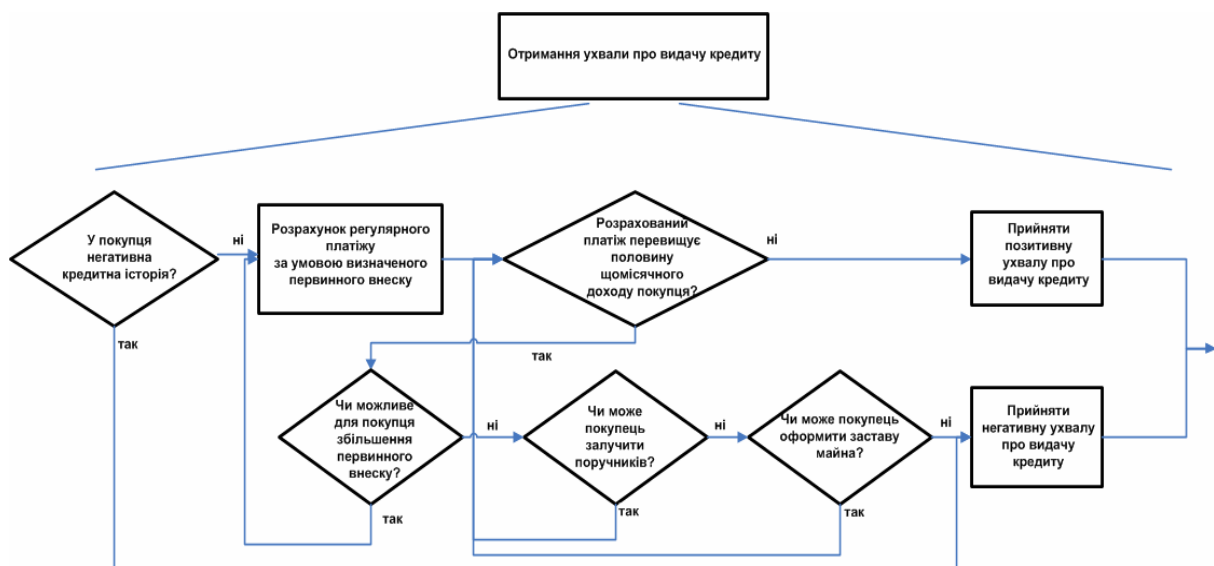

Рис. 11.5. Декомпозиція етапу процесу
**6.** Наведемо приклад декомпозиції етапу «Отримання ухвали про видачу кредиту» (рис. 11.5).